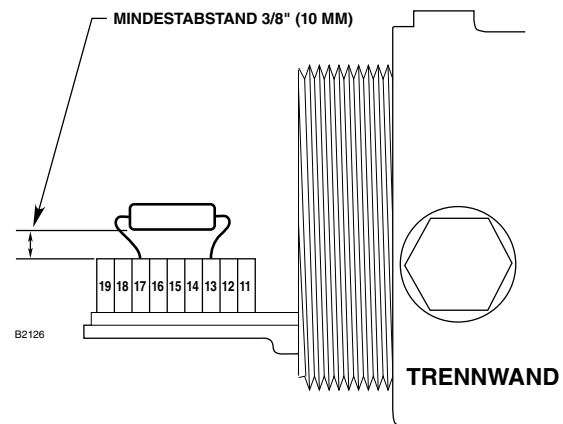

Abbildung 6 – Installation des Widerstands (nur bei Ex d-Verdrahtung)
3. Biegen Sie die Zuleitungen, und installieren Sie die Widerstände wie in Abbildung 6 gezeigt.